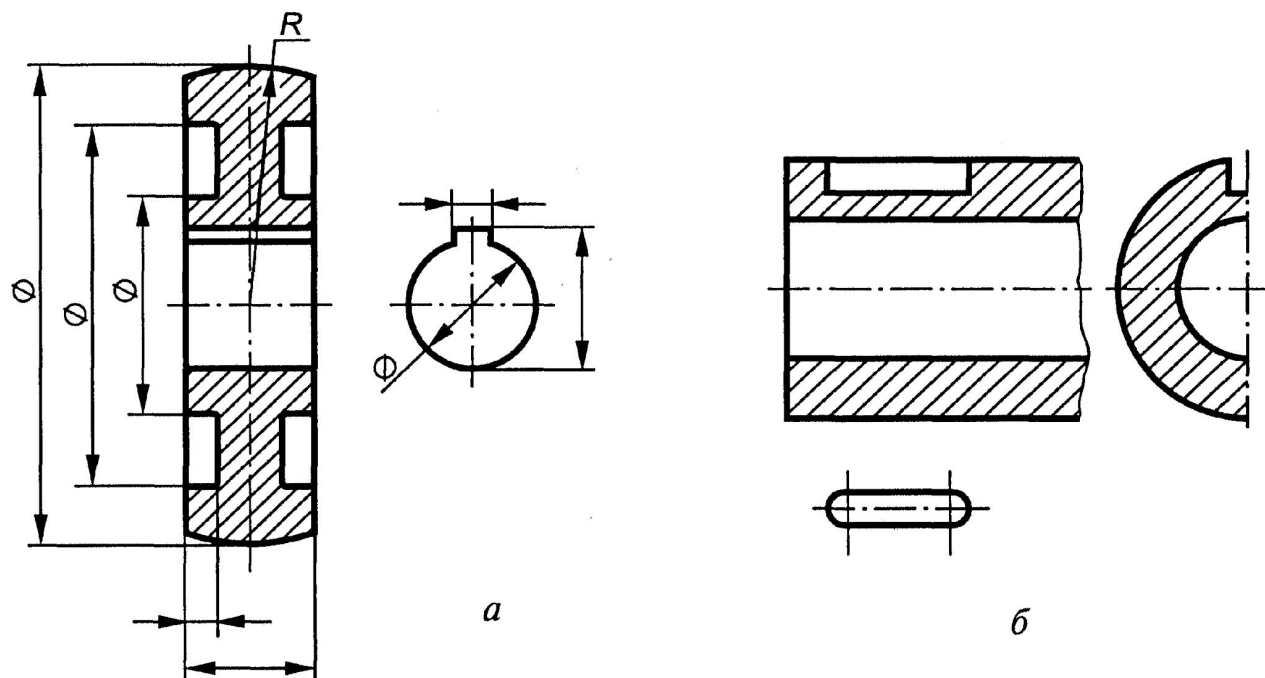

Рис.1
- Если вид, разрез или сечение представляют собой симметричную фигуру, то допускается вычерчивать половину изображения (рис. 1, а) или немного более половины с проведением в последнем случае линии обрыва (рис. 1, б).
- Рис.1